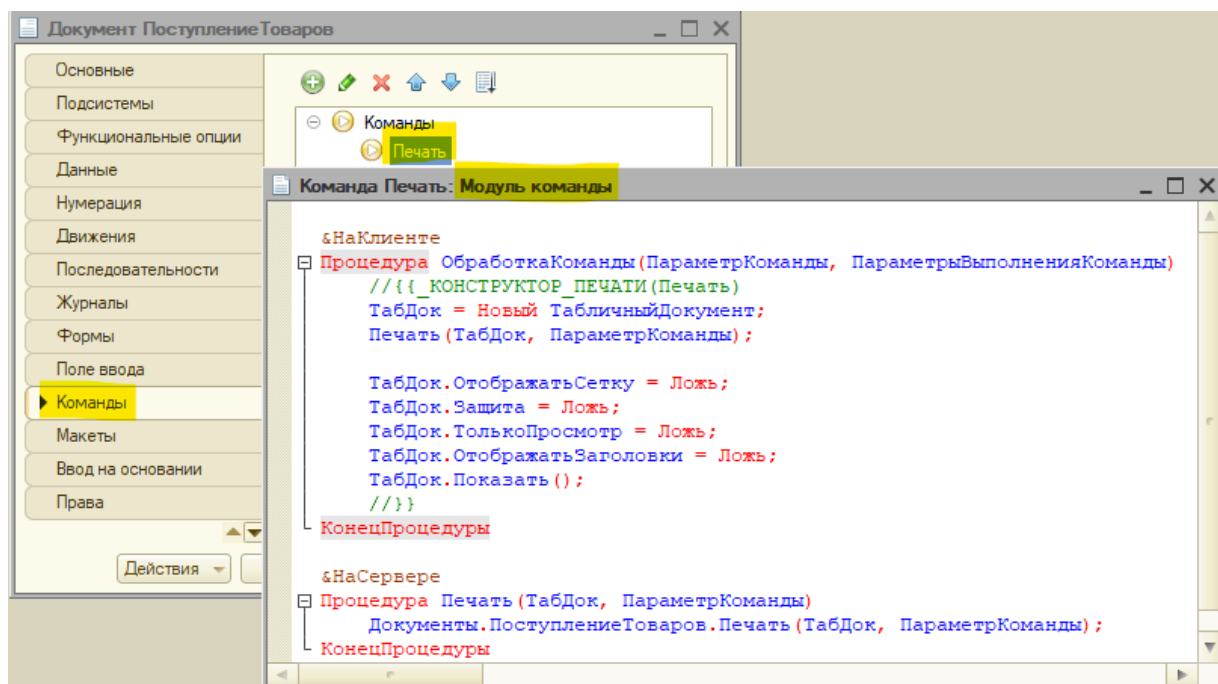
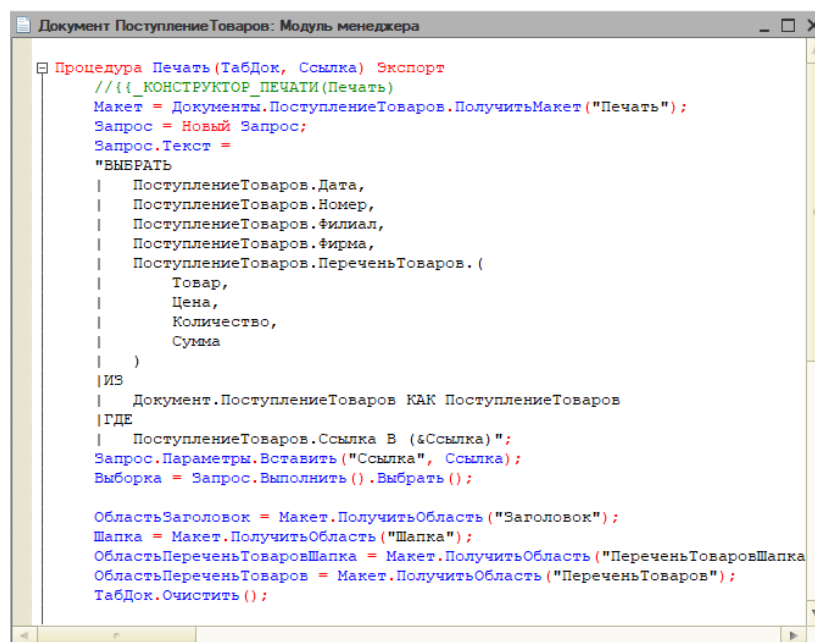

Рис. 5.25. Процедуры, формируемые конструктором печати в модуле команды
Рис. 5.26. Процедура, формируемая конструктором печати в модуле менеджера
9. Другим результатом работы конструктора печати является набор программных процедур, которые выполняются при работе в режиме 1С: Предприятие и взаимодействуют с макетом. На рис. 5.25 представлена команда печати, а на рис. 5.26 – процедура Печать в Модуле менеджера.